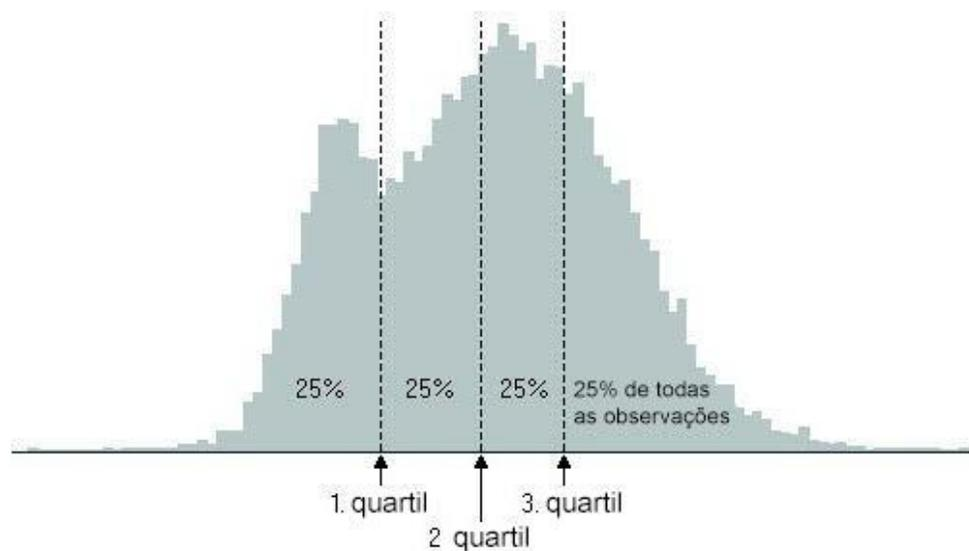

Fig. 27 – NRD é o terceiro quartil da distribuição da dose para um exame radiológico obtido em uma amostra de pacientes.
- O nível de referência diagnóstica (NRD) de um exame radiológico (por exemplo, uma radiografia de tórax) é o terceiro quartil da distribuição da dose relatada em uma amostra de pacientes (Fig. 27).